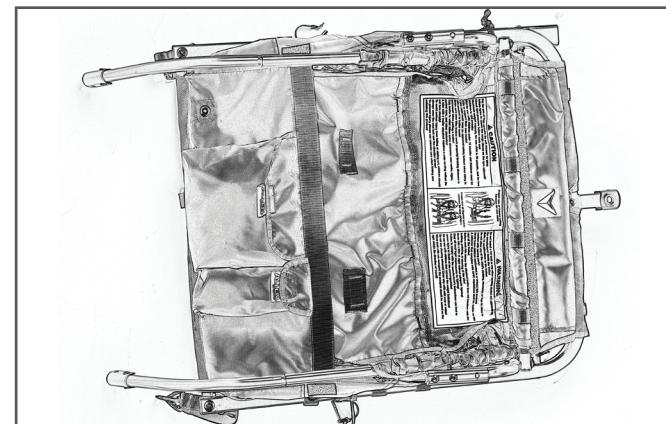

図39
- トレーラーがイメージのように平坦になるまでフレームを平らにします(図39)。